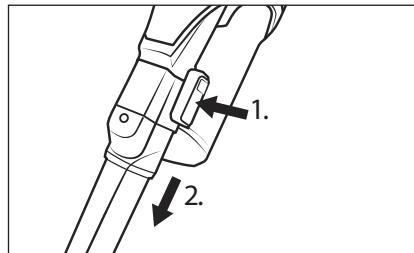

Fig. 15
- ◆ Pour retirer l'accessoire, maintenez la touche de déverrouillage de l'accessoire enfoncée, puis retirez l'accessoire du tube d'aspiration ⑭ ou de l'orifice d'aspiration de l'appareil (voir fig. 15).